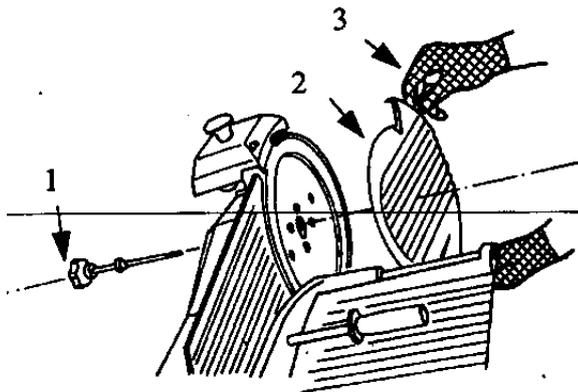

Рис. 13 Демонтаж ограждения лезвия
Отвинтите головку стяжного винта (1) (см. Рис. 13), чтобы освободить ограждение лезвия (2).
- 1) демонтировать ограждение лезвия (см. Рис. 13);